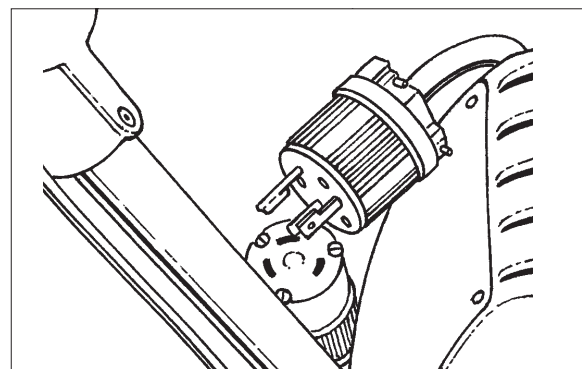

Figura 7
5. Desconecte del cable flexible de la manija el cable flexible de conexión del motor. (Consulte la figura 7) si cuenta con con este accesorio.